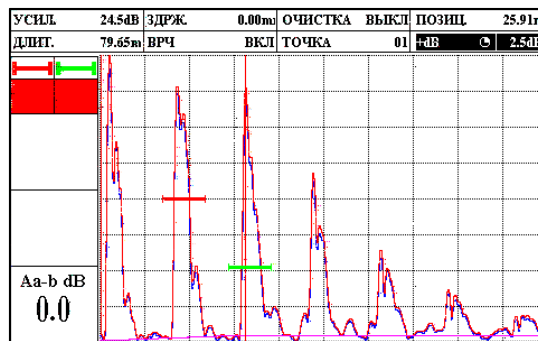

Рисунок 2.39 – Регулировка усиления второй точки
11. Регулируя усиление опорной точки 01 (параметр «+dB»), на разницу амплитуд предыдущего и текущего сигнала, установить вершину импульса от второго сигнала на одном уровне с вершиной импульса от первого сигнала (рис. 2.39).